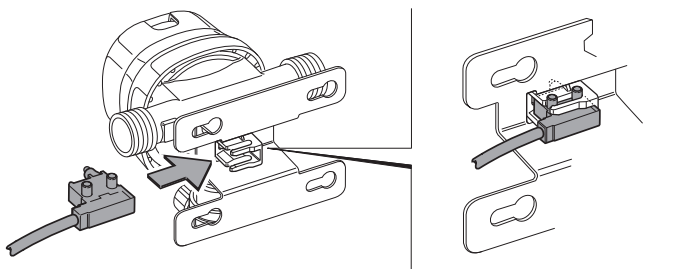

Abb. 4
► Geber von der Seite in den Halter der DuoControl CS einschieben (Abb. 4). Der Geber muss in dem Halter spürbar einrasten.